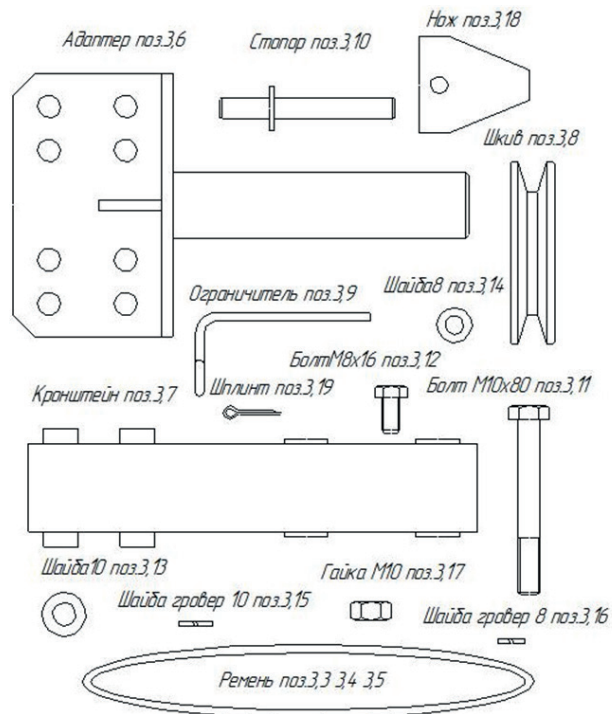
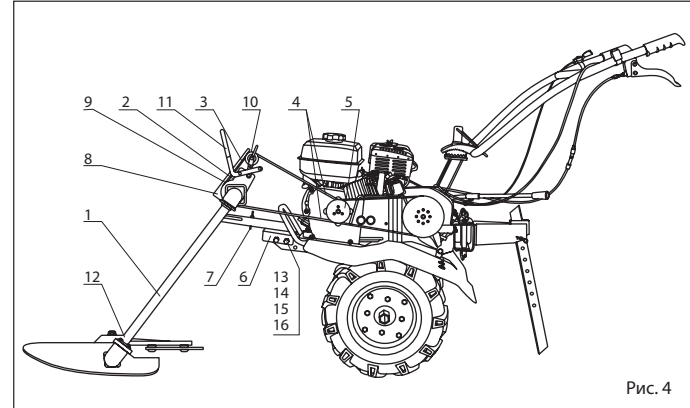

Рис.3
Рис. 4
- Установить адаптер п.6 (Рис. 4) на раму мотоблока так, чтобы высота штыря от поверхности при горизонтальном положе-
- Установить косилку п.1 на штырь адаптера п.6 (Рис. 4) и зафиксировать стопором п.7.
а) ручки шкива косилки п.9 (Рис. 4) шкива натяжного устройства п.10, шкива мотоблока п.5 должны лежать в одной плоскости;
б) при включенном натяжном устройстве п.2 (Рис. 4) рычаг натяжного устройства п.11 должен находиться в верхнем рабочем положении. Прогиб ремня на большом плече (сторона противоположное ролику) должна быть 30...40 мм при нажатии усилием 3...5 кг/с. Регулировать перемещение косилки п.1 (Рис. 4) относительно штыря адаптера п.6 установленного на мотоблоке;
в) при включенном натяжном устройстве п.2 (Рис. 4) установить ограничители п.4 так, чтобы ограничители не касались ремня п.3 на 2..3 мм. При выключении натяжного устройства п.2 диски косилки п.13 не должны вращаться при работающем двигателе мотоблока.
- На мотоблоке поменять крайний шкив п.5 (Рис.4) с профилем «Б» и установить шкив п.3,8 (Рис.3) с комплекта поставки.
- Установить на мотоблок кронштейн п. 3.7 (Рис.3) и закрепить двумя болтами М10х80, с шайбами гровер 10, гайками М10.
- Установить адаптер п.6 (Рис. 4) на кронштейн п.3,7 (Рис.3) установленного на мотоблоке так, чтобы высота штыря от поверхности при горизонтальном положении мотоблока была 450 мм и закрепить двумя болтами п.13, с шайбами п.14, с шайбами гровер п.15 и гайками п.16.